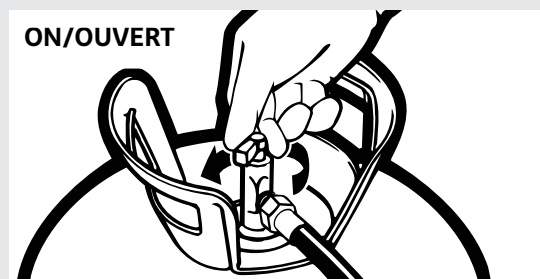

Figure 3.
3. **Pour les utilisateurs des trousse Froth-Pak^{MC} 620 et 650:** À l'aide de la clé fournie dans la trousse de l'ensemble pistolet/flexible, bien serrer les flexibles des vannes « A » et « B ». La clé est intentionnellement conçue pour gauchir ou plier en cas de pression excessive. Appliquer une couche de gelée de pétrole sur la face intérieure du Distributeur Insta-Flo^{MC}. (Voir figure 3).